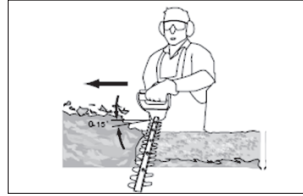

Fig.2
5. Depois de cortar os lados, vá para o topo. Tente manter o dispositivo de corte em ângulo de aproximadamente 15° em relação à superfície de corte (fig. 2).